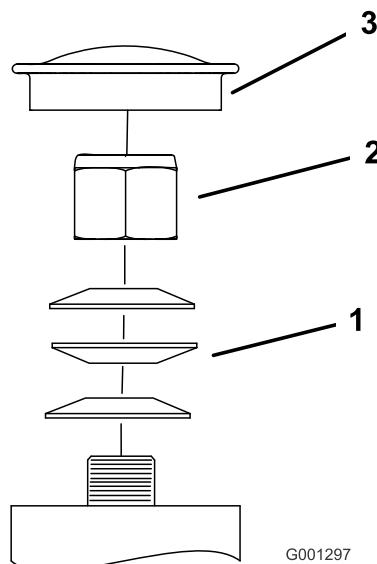

Figure 65
3. Retirez le capuchon antipoussière de la roue pivotante et serrez le contre-écrou (Figure 65).
4. Continuez de serrer le contre-écrou jusqu'à ce que les rondelles élastiques soient aplatis, puis desserrez-le de 1/4 de tour pour obtenir la précharge correcte des roulements (Figure 65).
Important: Veillez à placer les rondelles élastiques comme illustré à la Figure 65.
5. Remettez le capuchon antipoussière en place (Figure 65).